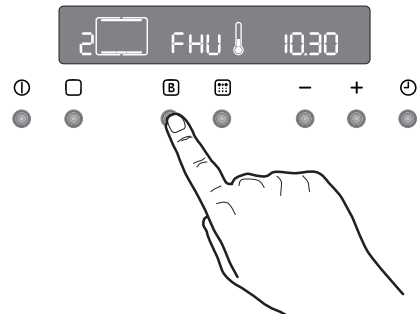

Abb. 14
4. Drücken Sie die Taste . In der Temperaturanzeige erscheint „FHU“ (Abb. 14).